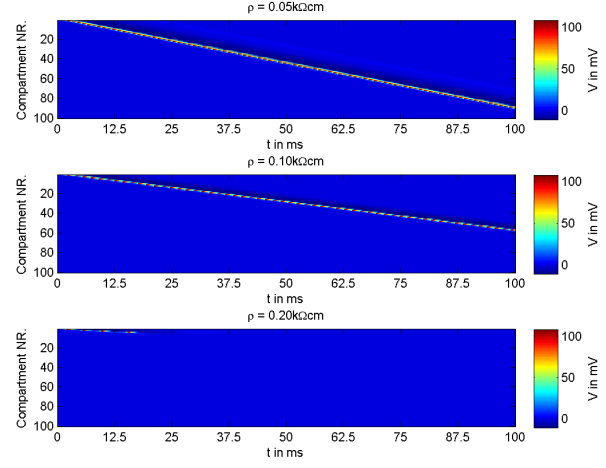

Figure 6. Veränderung des Parameters $\rho_{axon} = [0.05, 0.10, 0.20] k\Omega cm$
- c) Die Veränderung des spezifischen Widerstands hat den selben Effekt wie die Veränderung der Compartment-Länge. Je geringer der spezifische Widerstand, desto schneller propagiert das Aktionspotential. Je höher der spezifische Widerstand desto langsamer ist es, bis es sogar ganz zum Stillstand kommt und nicht mehr weitergeleitet wird. (vgl. Abb. 6)